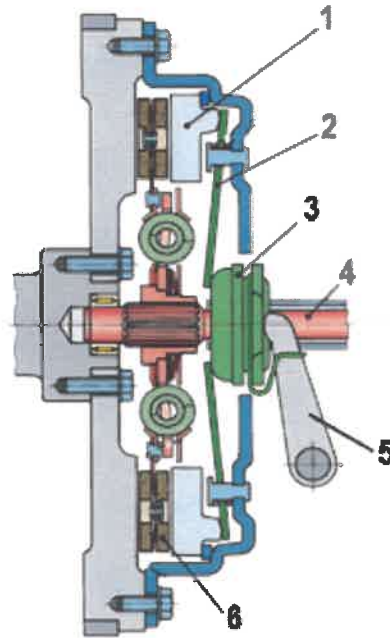

Fig.13
Q.39. Compléter le tableau de légende correspondant à la Fig.13 :